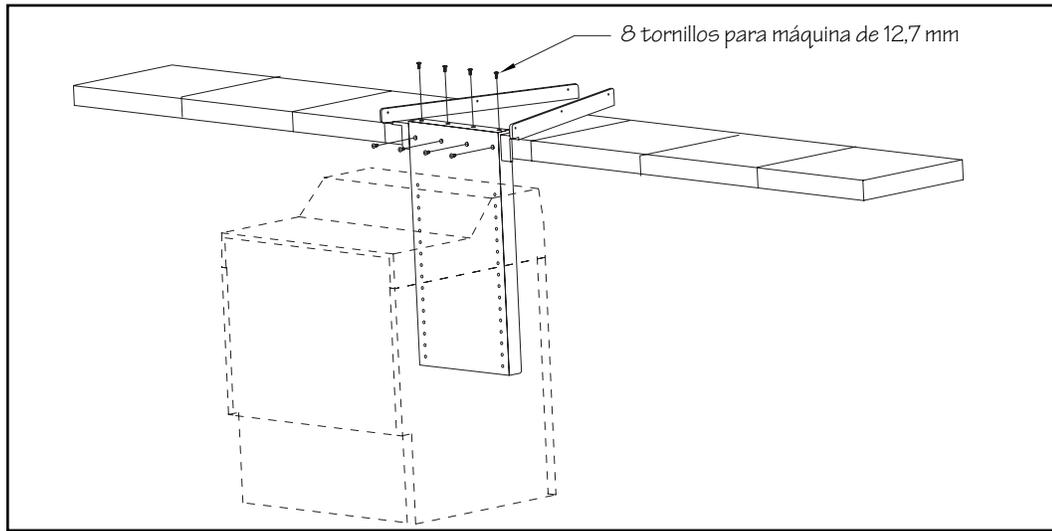

Fig. 9.3
9.3 Realice este paso con la ayuda de una segunda persona. Introduzca con cuidado la Fastlane en la piscina. Alinee los orificios del soporte con los de la bandeja de la cubierta de la manguera. Utilice los tornillos proporcionados de 12,7 mm para colocar primero los tornillos superiores y luego los verticales (total ocho tornillos) (Fig. 9.3).